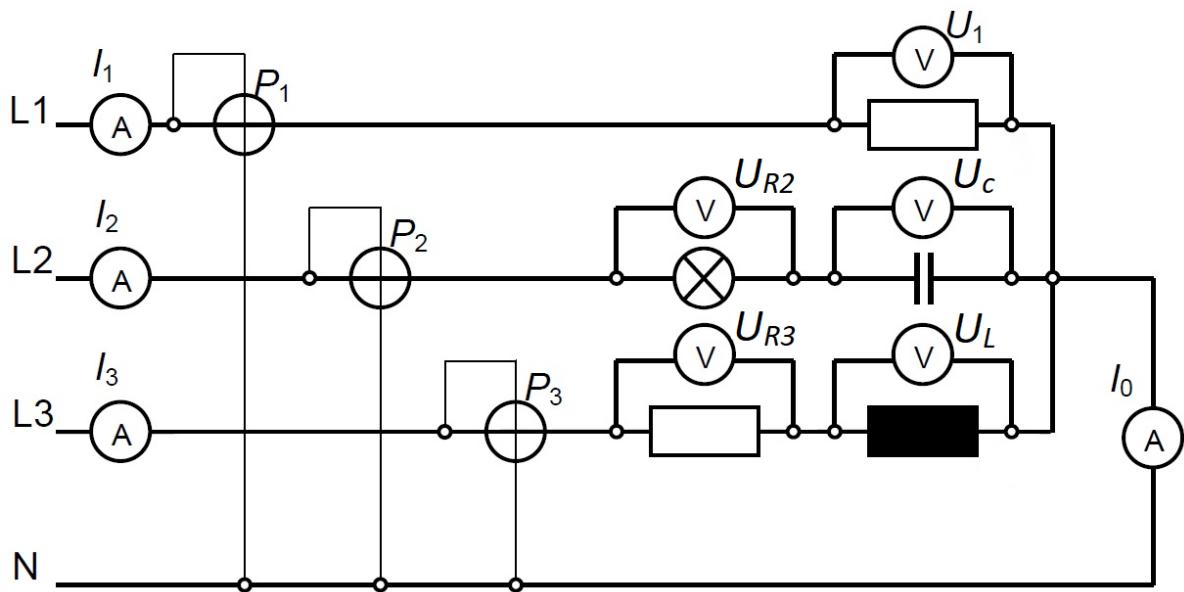

Abbildung 3: Messung der Wirkleistung an einem allgemeinen Verbraucher in Sternschaltung.
- Bauen Sie eine Schaltung gemäß Abb. 3 auf und bestimmen Sie die Wirkleistung des Verbrauches aus nachfolgender Tabelle.